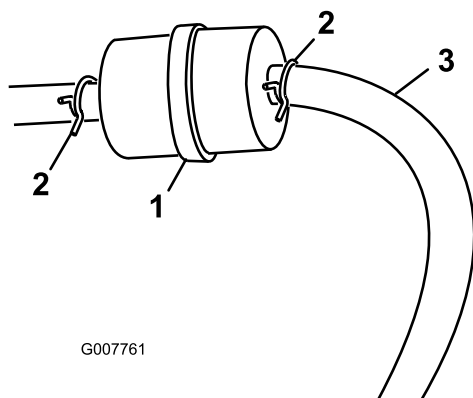

図 30
3. 古いフィルタのクランプをゆるめて脇に寄せる(図 30)。
5. 新しいフィルタをホースに取り付け、クランプで固定する (図 30)。
3. 燃料フィルタについているクランプをゆるめ、フィルタからはずらす (図 30)。
4. 燃料フィルタから燃料ホースを抜き取る (図 30)。
注 落ちてくるガソリンをガソリン容器または廃油受けに受ける (図 30)。
5. フィルタに燃料ホースをつなぎ、クランプで固定する (図 30)。